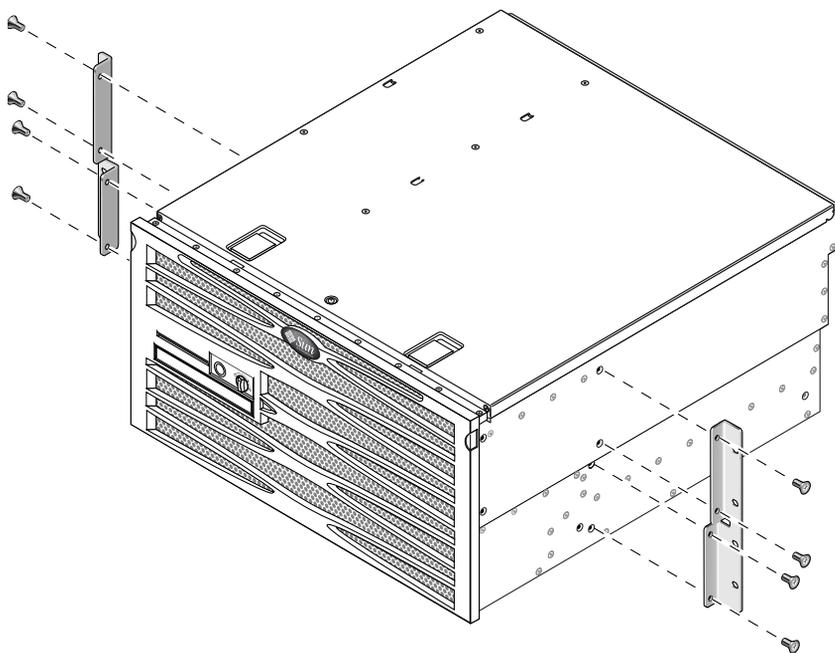

FIGURA 3-27 Fijación de los soportes laterales a los lados del servidor
2. Mediante ocho de los tornillos Phillips M5 x 8 mm (cuatro tornillos por cada soporte lateral), fije los soportes laterales a los lados del servidor (FIGURA 3-27).